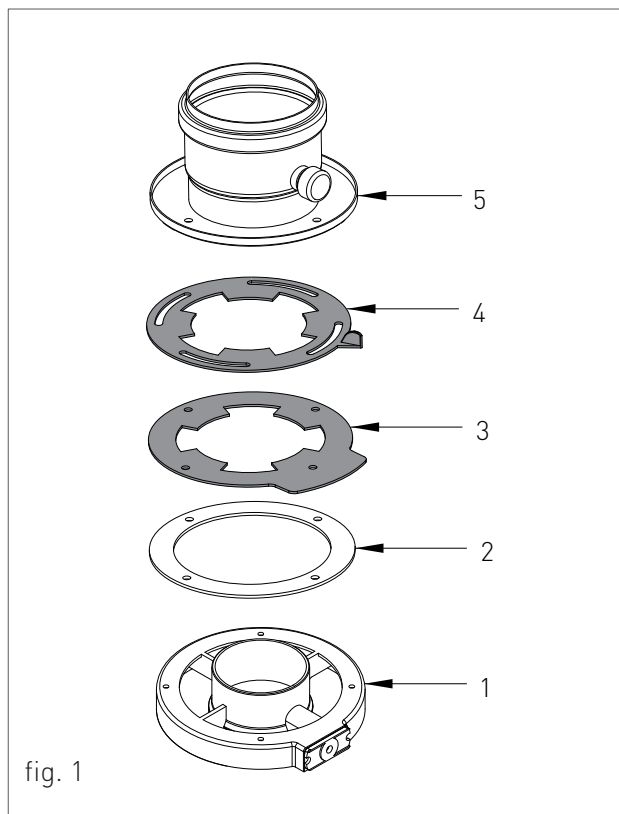

fig. 1
- > inserire il raccordo flangiato (5-fig.1) o altro componente previsto in base al sistema coassiale adottato;
Per il montaggio dei diaframmi regolabili sul sistema sdoppiato procedere nel seguente modo (vedi fig.1):